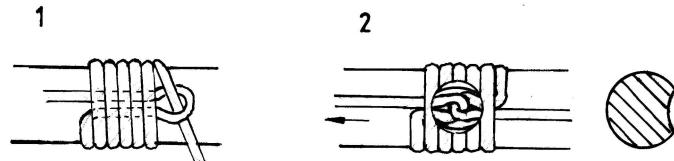

Abb. 2: Wickeln der Wuling.
7. Achtkant der Strecke B sägen. Wie auf Abbildung 2 angedeutet, stößt hierbei der verdickte Bereich an die Kante der Führungsschiene. Also bleibt noch ein Restbereich zu bearbeiten.
Was beim Original mit Flaschenzügen und Hebeln bewerkstelligt wird, geht beim Modell mit der Hand und ohne jede Anstrengung. Auch bei der Befestigung weicht man vom Original ab. Die im Modellbau und auch in anderen Bereichen übliche Methode ist auf Abbildung 2 dargestellt. Den Knoten kann man in einer der Verschalungsnischen verschwinden lassen. Am Original werden die Tauwindungen meist durch Holzringe vor Beschädigungen geschützt, während die Modelle oft ohne auskommen müssen. Spätestens bei dem Versuch, den um ein un rundes Profil gebogenen Holzstreifen von etwa 0,5x0,8 mm neben der Seilwindung festzukleben, weiß man warum. Hier sei mir eine Kritik an der Schöpfung erlaubt, die bei der Zahl der Hände die Bedürfnisse eines Modellbauers übersehen hat: eine fehlt immer! Dieser Mangel wird in folgendem Ablauf durch eine kleine Klemmvorrichtung ausgeglichen (Abbildung 3).
Aus dieser Spirale lassen sich Ringe schneiden, die darin wie vorher beschrieben befestigt werden. Der Nachteil der runden Stenge ist die fehlende Nische für den Knoten. Hier hilft ein Kompromiß zwischen Vorbildtreue und Ästhetik, indem man im Bereich des Knotens eine Aushöhlung eingräbt (siehe Abbildung 2).